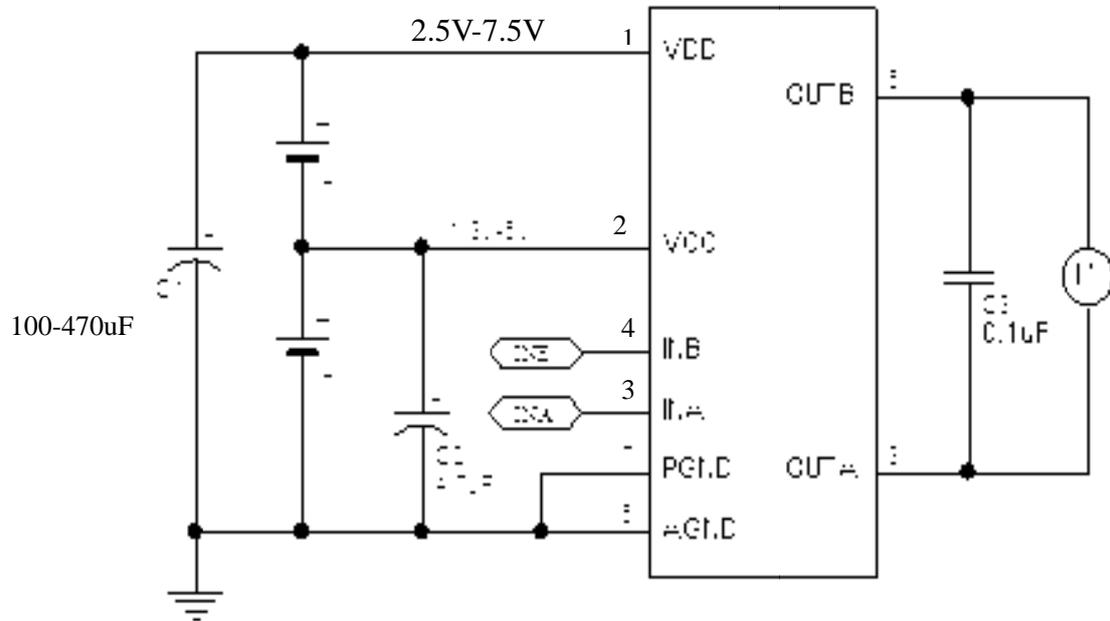

图 1 典型应用线路图
- 1、图 1 中的功率电源 VDD 地去耦电解电容(C1)容值应根据具体的应用调整, VDD 电压越高, 输出峰值电流越大, C1 取值越大。在高压、大电流的应用条件下建议电容 C1 取值 100-470uF。
- 2、图 1 中马达之间的 C3/0.1uF 电容是外接在马达两端的 104 陶瓷电容, 不需要在 PCB 上面单独添加。若马达输出有很高的反冲电压时,PCB 上的马达输出端要加一个 105PF(1uF) 贴片电容来保护 IC。
驱动电路要求添加的功率电源 VDD 对地去耦电容 C1(参考应用线路图 1)主要有两个作用：1)、吸收马达向电源释放的能量，稳定电源电压，避免电路因为过压而击穿；2)、在马达起动或者快速正转、反转切换的瞬间，马达需要瞬间大电流才能迅速启动。由于电池的响应速度以及连接引线较长，往往不能立即输出瞬态大电流，此时需要依赖靠近马达驱动电路附近的储能电容释放出瞬态大电流。